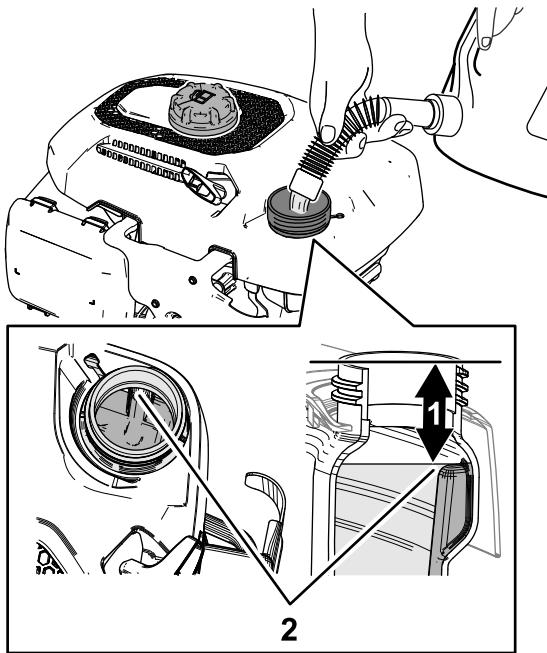

Figure 20
2. Remplissez le réservoir de carburant avec le carburant spécifié, comme indiqué à la Figure 20.